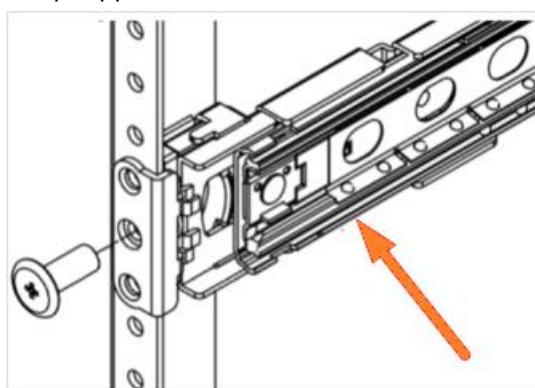

Рисунок 86 – Крепление на стойку
- 5) Далее кронштейн крепится на стойку (см. Рисунок 86) (если это необходимо для крепления направляющих должны быть винты M6x10L. Действие необязательно).